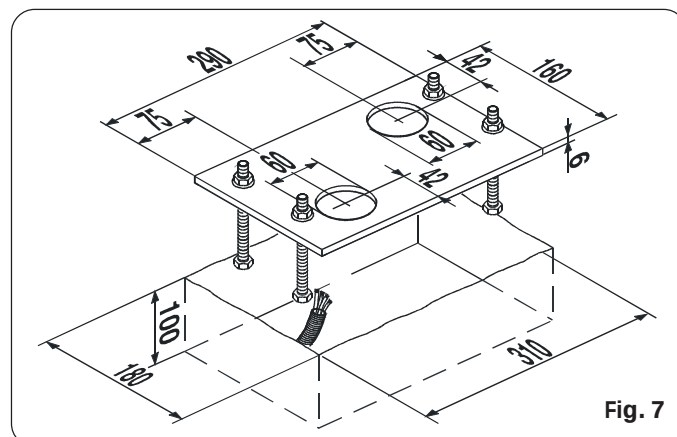

Fig. 7
- 3) Réaliser un coffrage selon la Fig. 7 et sceller la plaque de fondation en prévoyant une ou plusieurs gaines pour le passage des câbles électriques. Vérifier avec un niveau la parfaite horizontalité de la plaque. Attendre que le ciment fasse prise.